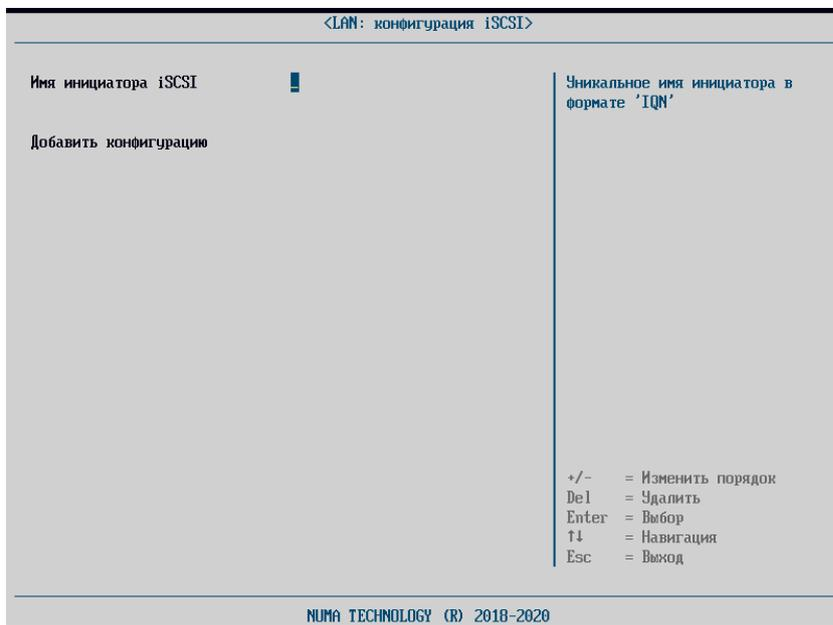

Рисунок 46 – LAN: конфигурация iSCSI
- ввести имя инициатора iSCSI в виде iqn (iSCSI Qualified Name): буквенная аббревиатура iqn; дата (гггг-мм), когда блок присвоения имен завладел доменом; имя домена в обратном порядке (org.example); необязательное ":" служащее префиксом для имени хранилища, указанного блоком присвоения имен (см. рисунок 46).